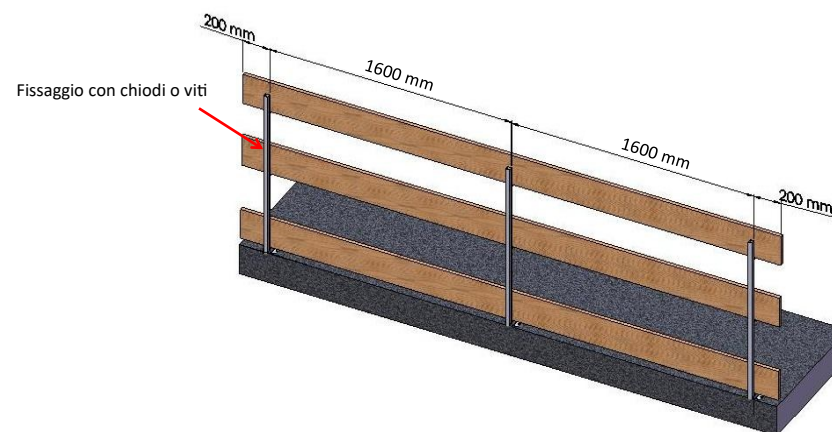

fig. 8
- Le tavole (fig. 8) o i profili utilizzati devono essere integri sotto l'aspetto della resistenza e la loro lunghezza minima deve essere superiore di almeno 400 mm a due campate. (esempio: 1600 mm + 1600 mm + 200 mm = 3600 mm)
- Completare il montaggio del sistema di protezione provvisorio, inserendo negli appositi sostegni, le tavole (fig. 8 a pag. 9) in legno di abete o di altra essenza (classe minima di resistenza C16 – UNI EN 338), o con altri profili metallici in grado di resistere ai carichi richiesti dalla normativa UNI EN 13374;